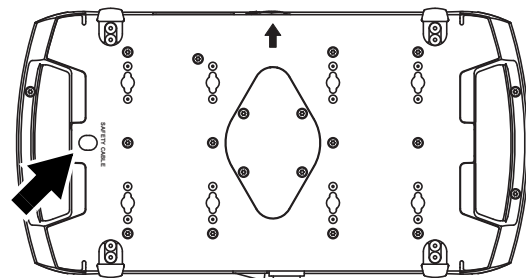

Figure 7: Fixation de l'élingue de sécurité
4. Interdisez l'accès sous la zone de travail. Voir Figure 7. Notez l'orientation de la flèche FRONT sur la base de l'appareil. En travaillant depuis une plateforme stable, accrochez le projecteur sur la structure, la flèche **FRONT** du socle vers la zone à éclairer. Serrez les crochets.
5. Voir Figure 7. Installez une élingue de sécurité homologuée pour le poids de l'appareil. Bouclez-la dans le point de fixation (indiqué par une flèche) sur la base de l'appareil et autour du point d'accroche secondaire. Si l'accroche primaire cède, c'est l'élingue de sécurité qui retiendra le projecteur. Enlevez autant de mou que possible de l'élingue (en la bouclant autant fois que nécessaire autour de la structure par exemple).